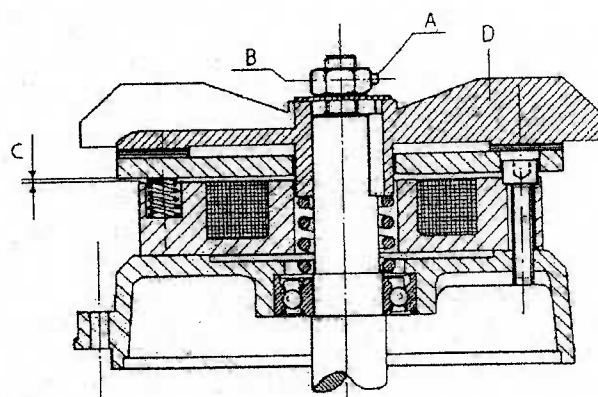

Fig.1
- Den Luftspalt einstellen, indem die Innensechskantschraube "A" gelockert und auf die Mutter "B" eingewirkt wird.: Das Mass "C" muss zwischen 0,4 und 0,6 mm liegen. Bei laufendem Motor muss das Laufrad "D" frei laufen können ohne an der Scheibe zu reiben. Nach der Bremskontrolle ist die Haube wieder anzubringen und mit den entsprechenden Schrauben zu befestigen, (Fig.1).